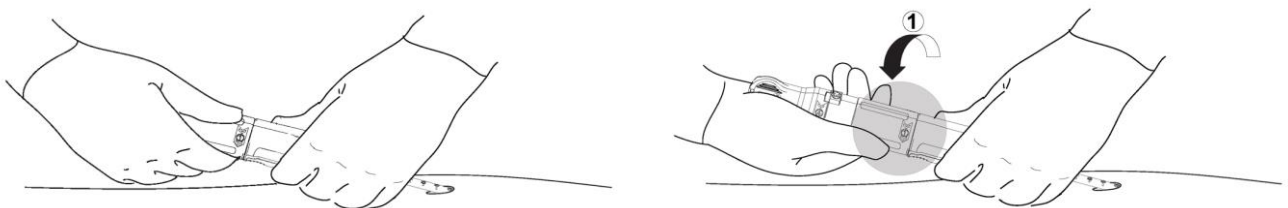

Bild 12. Steg 1 vid manövrering av PerQseal+ förslutningsanordning (Ta ut implantatet ur hylsan).
Fatta tag i den distala änden på handtaget på PerQseal+ förslutningsanordning (närmast patienten). Stabilisera anordningen i det läget genom att låta handen vila mot patienten (Bild 12).
- a. Placera en hand på kolvhylsan (märkt med "1") och rotera denna greppsektion 180° i den angivna riktningen för att få alla prickarna att linjera. Se till att handen som håller i den distala änden av handtaget förblir orörlig under roteringen (Bild 12). Implantatet är nu exponerat inne i artären.